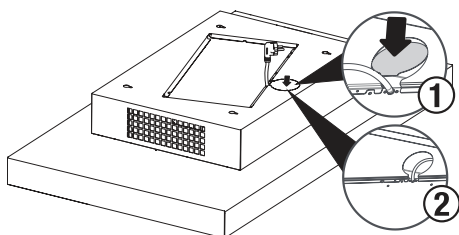

Abb. 8
3. ➔ Auf der Motorbox der Dunstabzugshaube ist ein Kabel mit Schuko-Stecker für den Anschluss der Haube an das Stromnetz. Auf der Montageschablone finden Sie die vermaßte Position einer Lochperforierung (Ø 80 mm) an der Motorboxoberseite. Diese Vermaßung ist wichtig für den Einbau der Unterputz-Steckdose für die richtige Stelle an der Decke. Die perforierte Lochfläche (Abb. 8/2) auf der Motorbox für die Unterputz-Deckensteckdose können Sie leicht herausdrücken. Sie erhalten damit eine Öffnung um Kabel und Stecker von außen nach innen in die Motorbox zu verlegen (Abb. 8/1) und können die Haube von innen direkt an die Unterputz-Deckensteckdose anschließen.